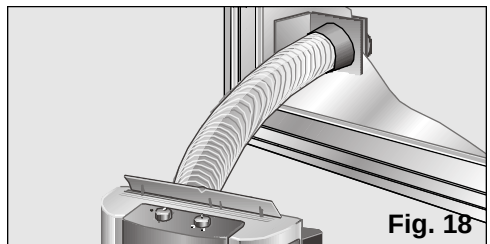

Fig. 18
- ❑ In het geval dat het gaat om een vaste installatie via een raam, gebruikt men alleen het transparante eindstuk van het onderdeel en moet er in het glas een opening gemaakt worden van 14 cm, **Fig. 18.**